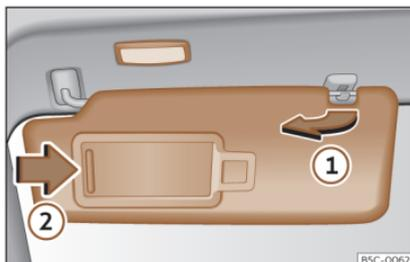

Fig. 89 Parasol.
- El parasol puede extraerse de la fijación y girarse hacia la puerta»» fig. 89 ①.